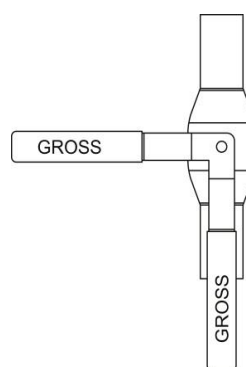

рис.4
3. Шаровые краны GROSS предназначены для использования в качестве запорной арматуры (рабочие положения полностью «открыто» и «закрыто» (рис.4). **ЗАПРЕЩАЕТСЯ** использование кранов в режиме регулирования потока, когда шар крана находится в каком-либо промежуточном положении.